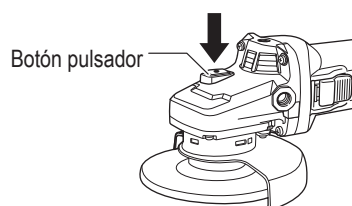

Fig. 11
8. Compruebe el botón pulsador. Cerciérese de que el botón pulsador esté desenganchado presionándolo dos o tres veces antes de conectar la alimentación de la amoladora. (Fig. 11)